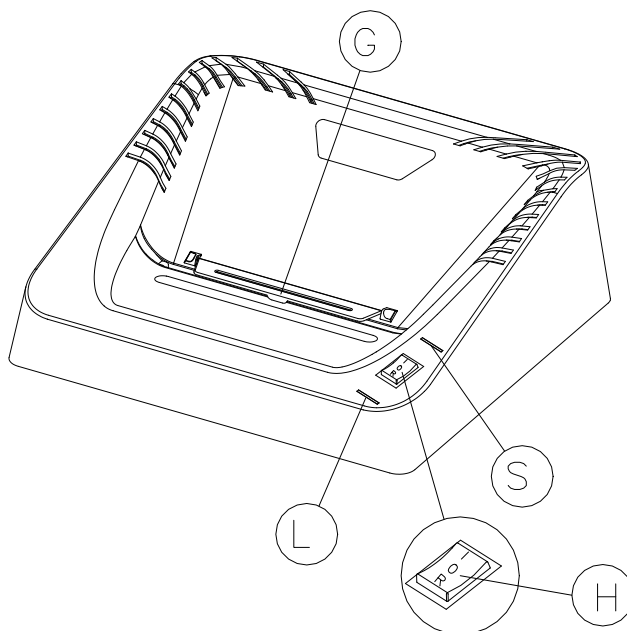

Fig.2
USO DELL'APPARECCHIO Fig.2
Gli apparecchi in grado di distruggere CD/DVD e carte di credito sono muniti di sportellino di protezione (G) Fig.2 che deve essere mantenuto ruotato verso la parte posteriore dell'apparecchio durante la distruzione di carta e deve essere ruotato verso il fronte dell'apparecchio durante la distruzione di CREDIT CARD -CD-ROM/DVD, perché mantiene guidati i supporti ottici nell'area di azione delle fotocellule e protegge l'operatore da eventuali frammenti di plastica.
HOW TO USE THE SHREDDER Fig.2
The machines suitable for shredding CDS/DVDS and credit cards come with a protective door (G) Fig. 2 which must be rotated to the back of the machine when shredding paper and must be rotated to the front when shredding CREDIT CARDS-CD-ROMS/DVDS, because it guides the optical material within range of the optical eyes cells and protects the operator from any plastic fragments.
ARBEITEN MIT DEM AKTENVERNICHTER Abb.2
Die Geräte, die auch zum ZERKLEINERN von CDs /DVDS und Kreditkarten geeignet sind, haben einen Sicherheitsschieber (G) Abb. 2. Dieser muss zum Schreddern von Papier nach hinten, zum Schreddern von KREDITKARTEN, CD-ROMS und DVDS nach vorne geschwenkt werden. Dadurch bewegt sich das zu zerkleinernde Material im Bereich der Fotozellen und schützt den Bediener vor Plastikresten.